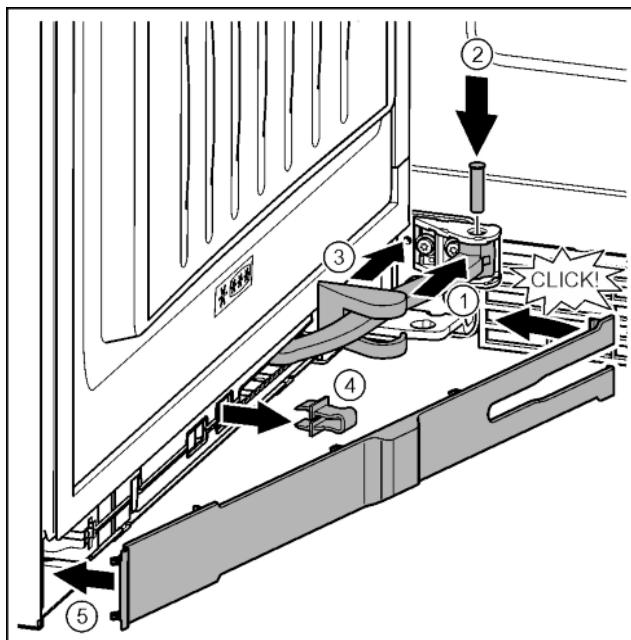

Fig. 43
- ▶ Otočte kloub v závěsu. Fig. 43 (1)
- ▶ Šroubovákem T15 vložte čep do závěsu a kloubu. Přitom dávejte pozor, aby byla zajistovací vačka správně usazena v drážce. Fig. 43 (2)
- ▶ Posuňte kryt stojanu ložiska podél kloubu a namontujte nad závěsem. Fig. 43 (3)
- ▶ Pojistku vytáhněte. Fig. 43 (4)
- ▶ Záslepka na straně madla nasadte a sklopte. Fig. 43 (5)